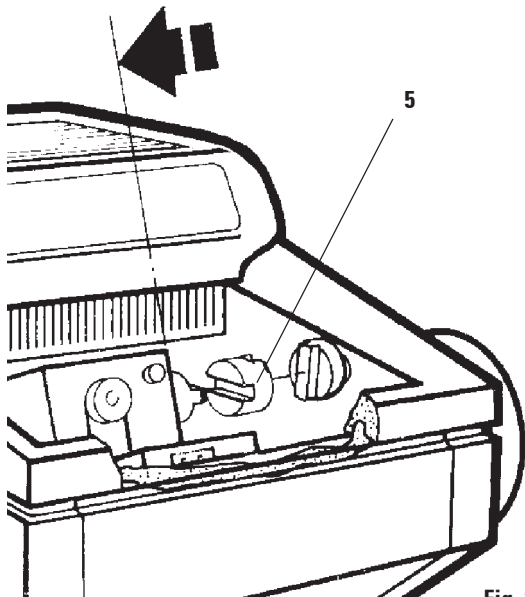

Fig. 26
- Applicare una goccia di olio sul giunto in plastica (5, Fig. 26).
- Lubrificare il cilindro del preparato (1): Premere l'apposito tasto per l'avanzamento rapido per spostare il cilindro del preparato fino alla posizione frontale di stop, applicare una goccia d'olio per criostato e rispostare il cilindro del preparato alla posizione di riposo premendo l'apposito tasto per l'avanzamento rapido.